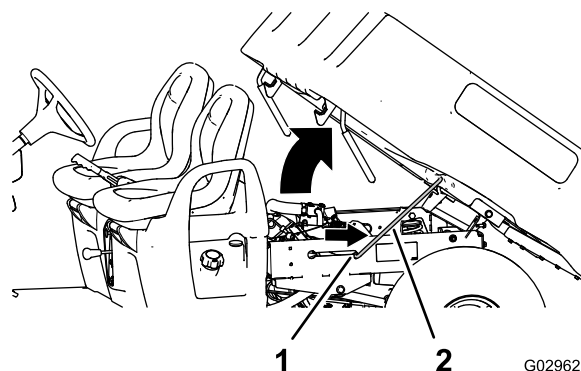

Bild 14
2. Ziehen Sie die Stützstange in die Arretierung, um die Ladepritsche zu befestigen (Bild 14).
2. Schieben Sie die Stützstange aus dem Arretierungsschlitz heraus (Bild 14).
3. Senken Sie die Ladepritsche ab, bis sie einrastet (Bild 14).